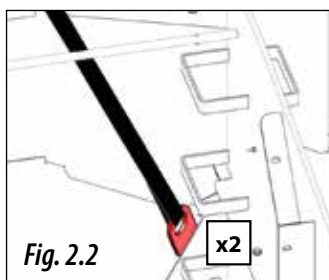

Fig. 2.2
- **Partie avant :** deux élingues sur les points d'attache situés sur la partie avant interne de la trémie (figure 2.2).